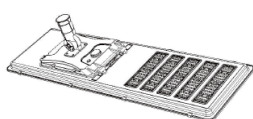

Figura 1
1. Utilice una llave hexagonal de 8mm para sujetar la abrazadera deslizante al accesorio. (Figura 1)